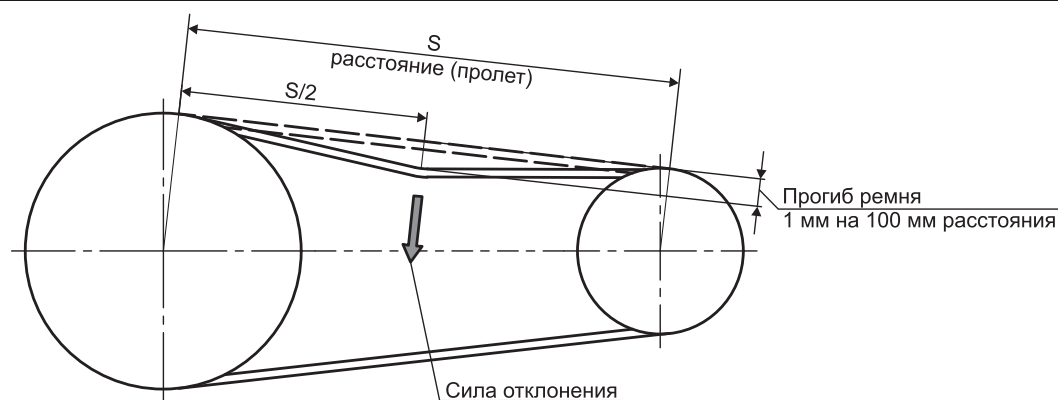

Рисунок 7.1 – Схема натяжения ремня
1. Приложите усилие в середине пролета S (смотрите рисунок 7.1) требуемое для прогиба ремня на 1 мм на пролет длиной 100 мм от его обычного положения. Замерьте приложенное усилие. Пример, для расстояния S равного 400 мм прогиб ремня в середине пролета должен составлять 4 мм.